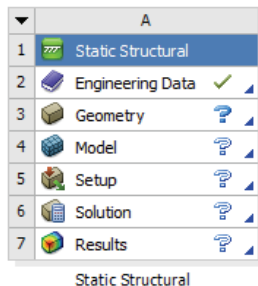

图 19-3 分析项目
2) 双击主界面 Toolbox 工具箱中的 Analysis System > Static Structural 选项, 在项目管理区创建分析项目 A, 如图 19-3 所示。